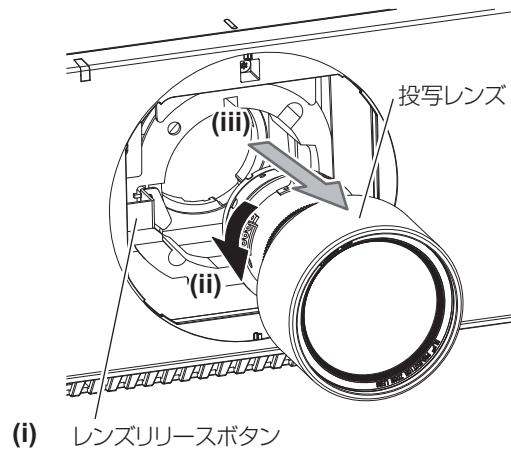

図2
- 2) レンズリリースボタンを押しながら反時計方向に投写レンズを回しきり、投写レンズを取り出す（図2）
- 2) 時計方向に「カチッ」と音がするまで回す (図2)